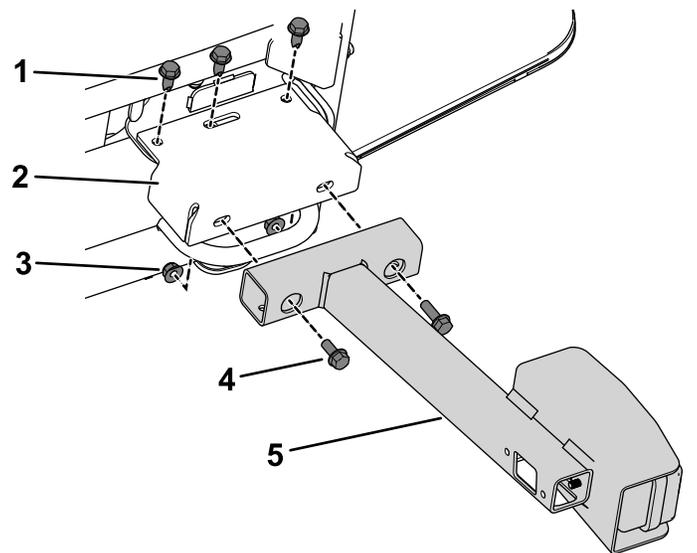

Figure 5
- B. Avec les boulons retirés précédemment, fixez les supports d'extension des feux au longeron du cadre (Figure 5).
- C. Avec 4 boulons ($\frac{5}{16}$ " x $\frac{3}{4}$ ") et 4 écrous ($\frac{5}{16}$ "), fixez les supports des feux aux supports d'extension (Figure 5).